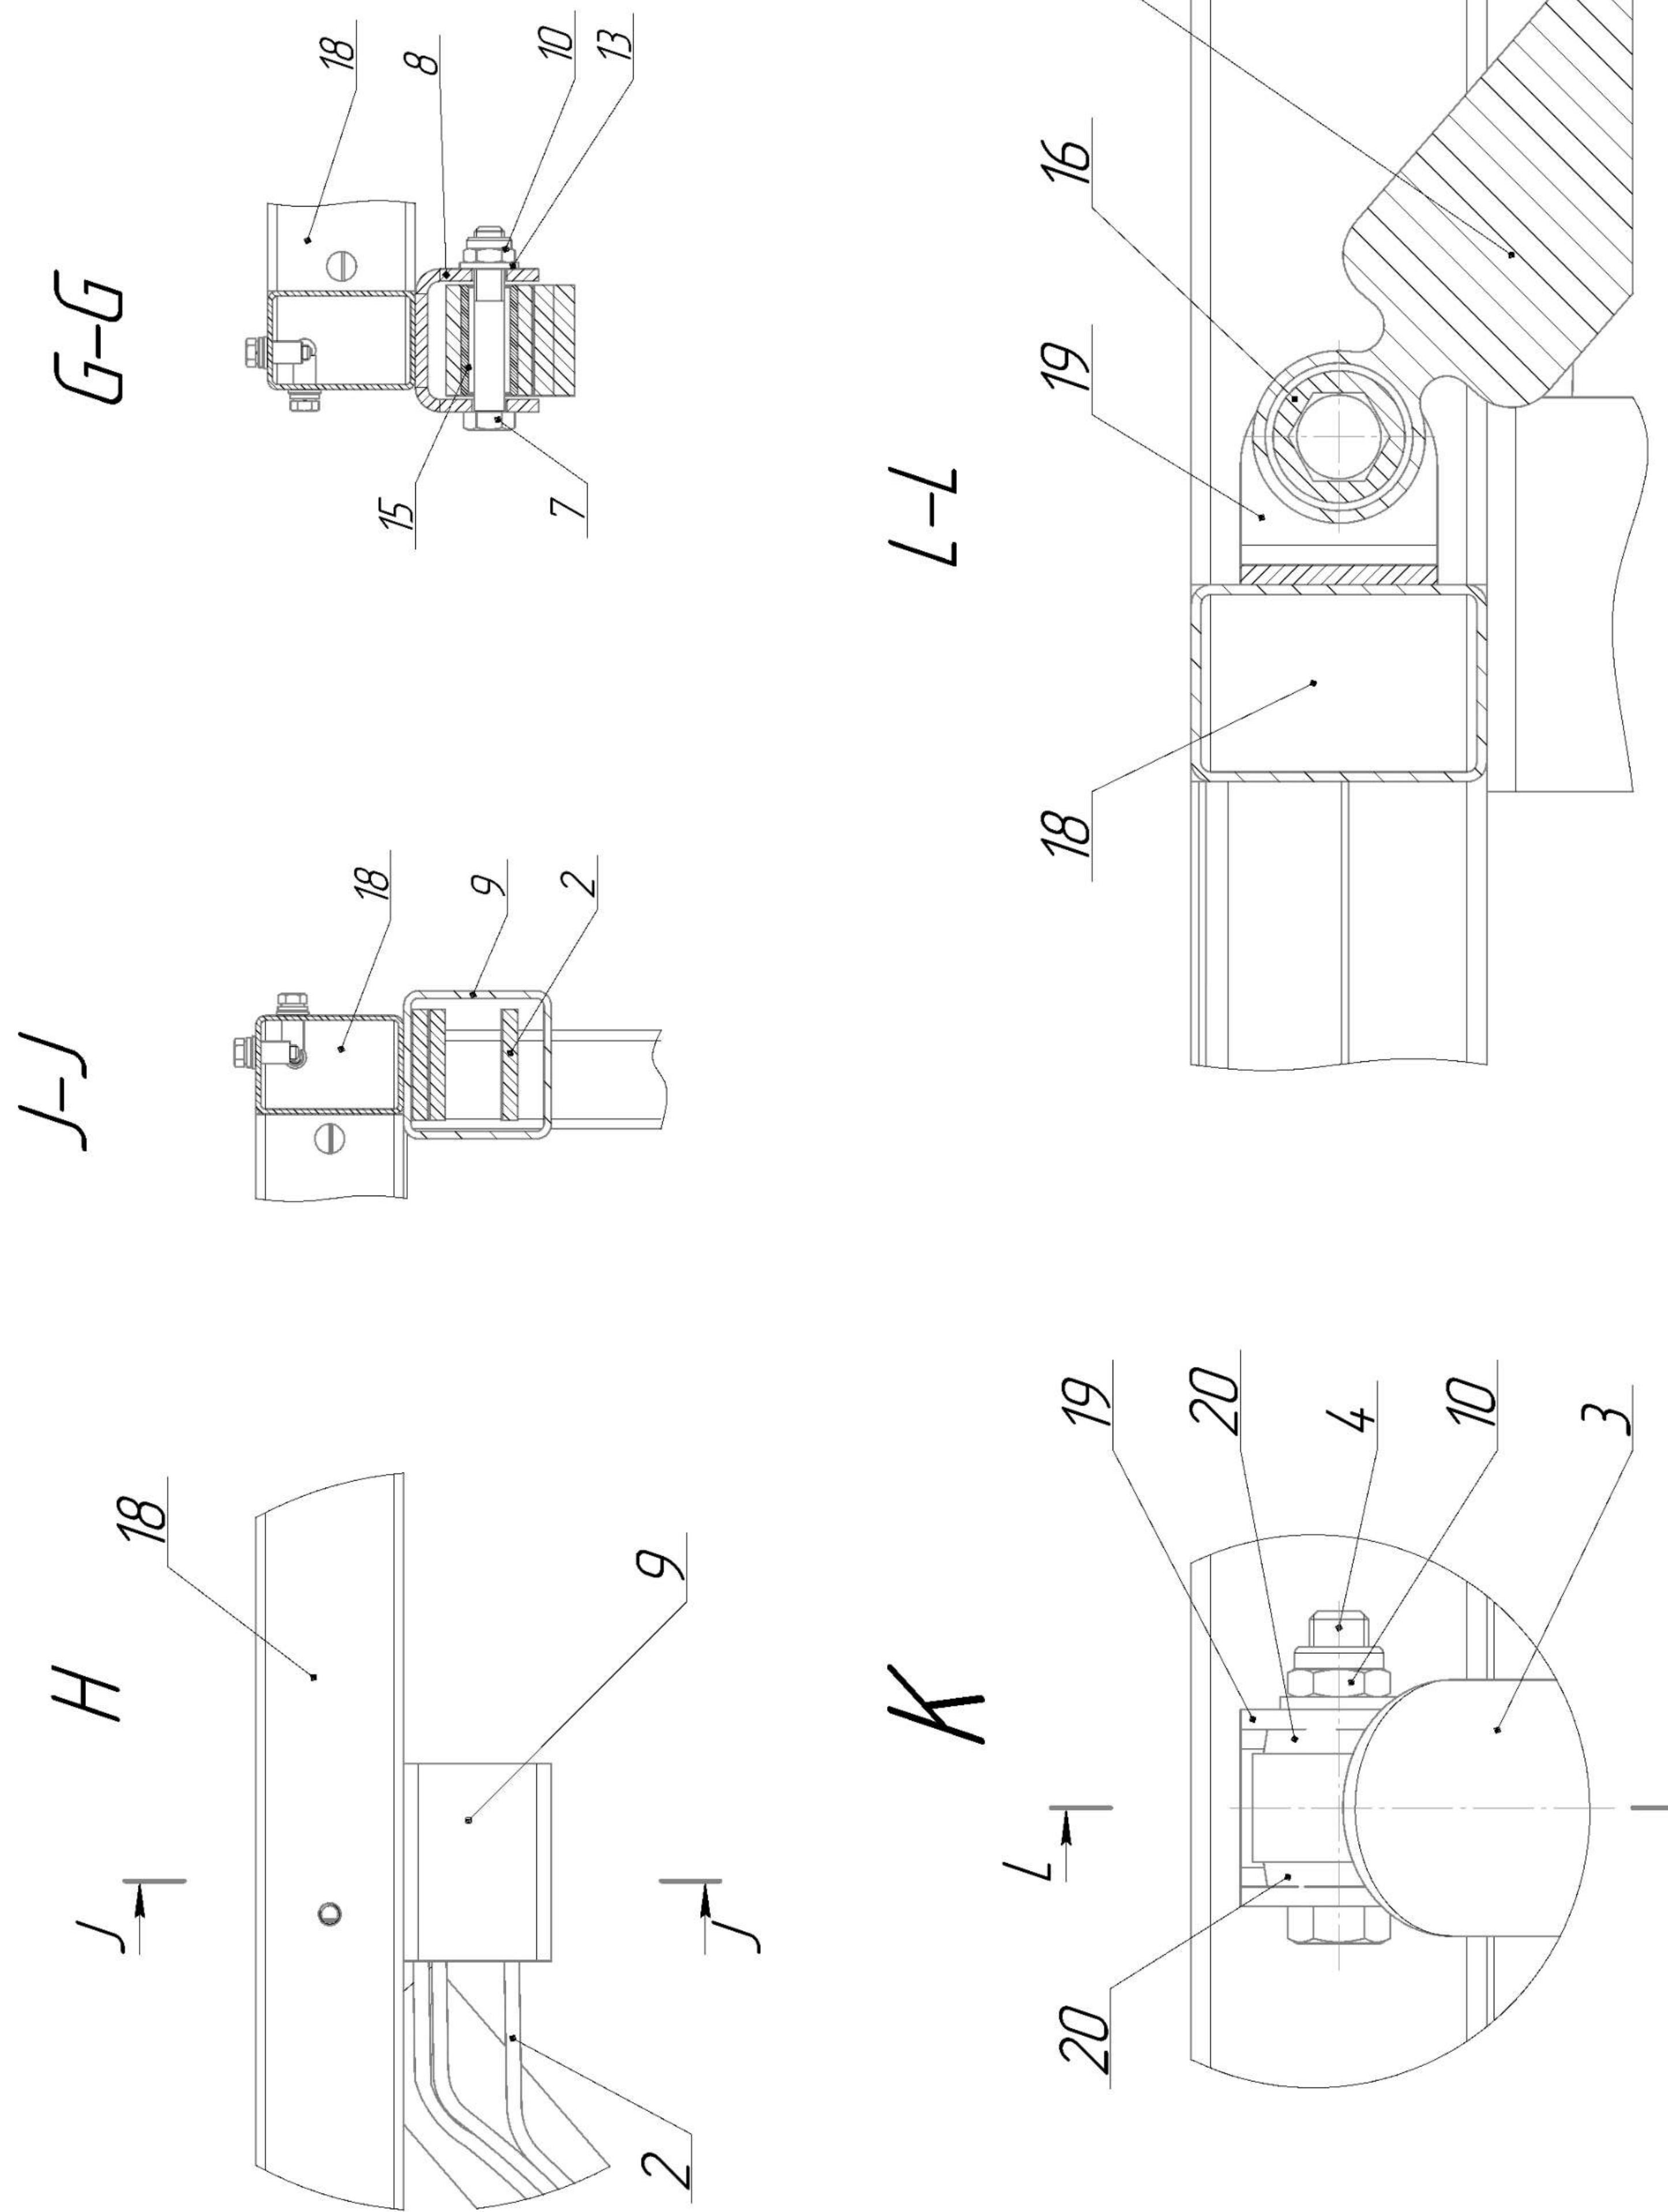

Рис. 3. Подвеска колес.
4.7.Подвеска колес (рис.3) зависимая на двух продольных рессорах с
гидравлическими амортизаторами. Рессора 2 крепится передним концом к кронштейну рамы 8 болтом 7, шайбой 13 и гайкой 10, а задним вставляется в кронштейн рамы 9 (рис.3 вид F и H). Амортизаторы 3 крепятся болтами 4, шайбами 12 и гайками 10 к кронштейнам 19 на оси 1 и балке рамы 18. (рис.3 вид K). Ось 1 крепится к рессорам 2 с помощью стремянок 5 и площадок стремянок 6, которые, в свою очередь, через гроверы 17 закреплены гайками 12 (рис.3 вид E).